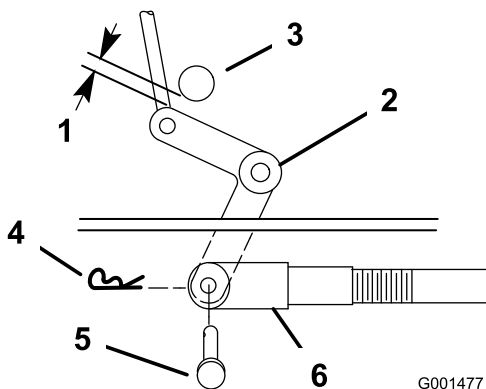
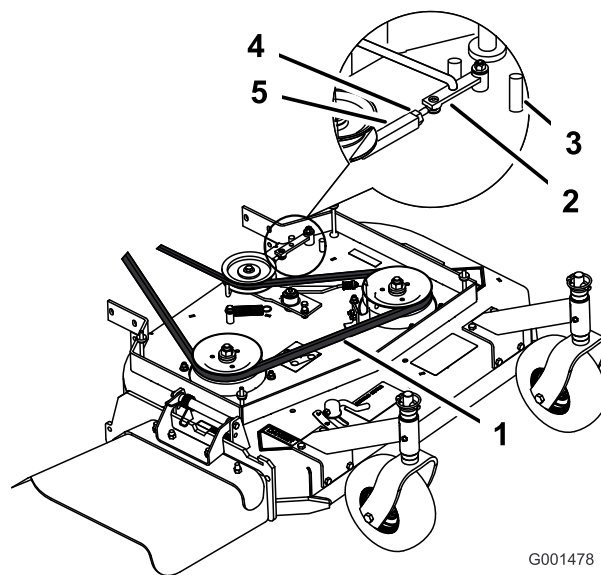
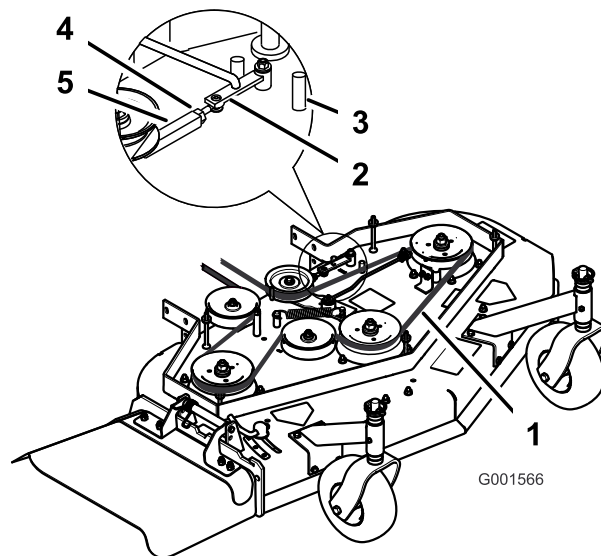

Figura 42
Figura 43
Figura 44
9. Compruebe la distancia entre la palanca acodada y el eje de salida de la transmisión (Figura 42).
11. Gire la horquilla en el sentido de las agujas del reloj para aumentar la distancia; gírela en el sentido contrario para reducirla (Figura 42).
Nota: Si el brazo no entra en contacto con el tope delantero de la carcasa de corte (Figura 43 o Figura 44), ajuste la horquilla para acercar la palanca acodada al eje de salida de la transmisión (Figura 42).